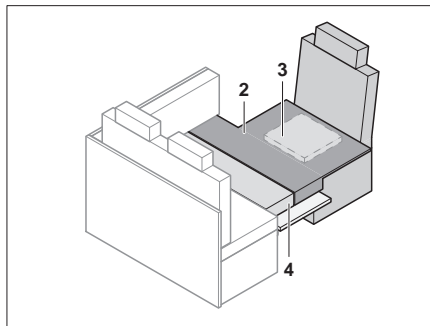

Bild 140 Nach dem Umbau
- Zusatzpolster wie in Bild 140 gezeigt auflegen.